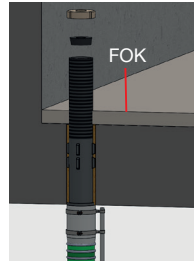
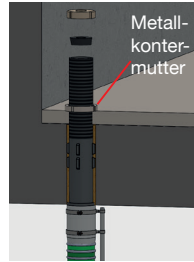
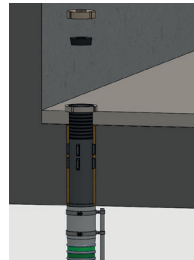

Abb. 5 Fußbodenoberkante
Abb. 6 Montage Metall-Kontermutter
Abb. 7 Kürzung der Mauerdurchführung
- Nach bauseitiger Herstellung der endgültigen Fußbodenoberkante (FOK) kann die Mauerdurchführung (1) mithilfe einer Metall-Kontermutter beliebig gekürzt werden.
- Aufschrauben der Metall-Kontermutter auf das raumseitig überstehende Gewinde (Abb. 5) bis an die FOK (Abb. 6). Entlang dieser Sägeföhrung das Schutzrohr gerade und mit der definierten Gewindelänge absägen (Abb. 7).